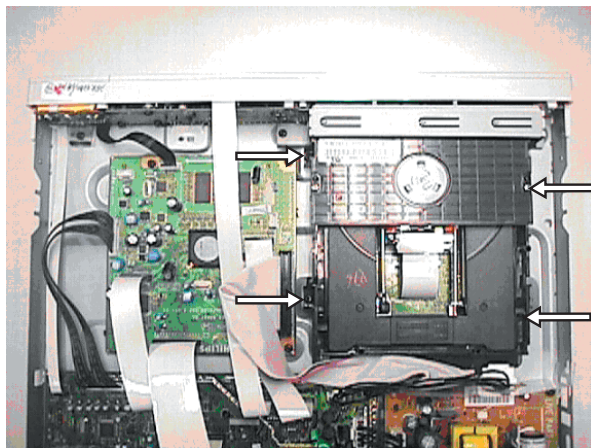

Figura 4-3: Solte os parafusos do Motor Básico
- 2) Remova os parafusos para soltar o painel Motor Básico 1001 como mostra a figura 4-3.